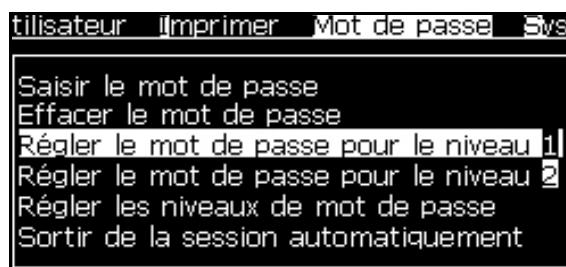
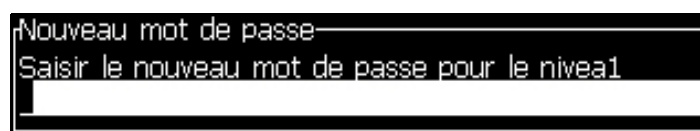

Figure 4-4 : Définir le niveau du mot de passe
Figure 4-5 : Nouveau mot de passe
- 1 Appuyez sur **Alt + w** et sélectionnez *Définir Mot de Passe pour le Niveau 1* ou *Définir Mot de Passe pour le Niveau 2* dans le menu *Mot de Passe* (voir Figure 4-4 page 4-4). La boîte de dialogue *Nouveau Mot de passe* apparaît (voir Figure 4-5 page 4-4).